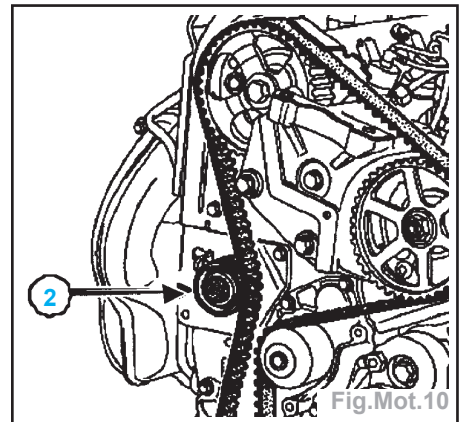

Fig.Mot.10
- Desserrer l'écrou (2) de fixation du galet tendeur pour détendre le galet tendeur (Fig.Mot.10).